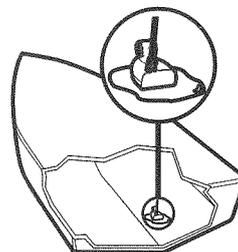

Figure 28
- Observez l'extérieur de la coque du bateau pour figurer les zones où il y a le moins de turbulence. Éviter les membrures et autres protubérances car elles créent de la turbulence (Figure 28).
3. Placez le corps du transducteur face vers le bas, à l'emplacement de montage identifié dans la coque, extrémité pointue vers la proue (Figure 28).
5. Appliquez une couche d'adhésif époxyde sur la face du transducteur et à l'intérieur de la coque (Figures 28 et 30).